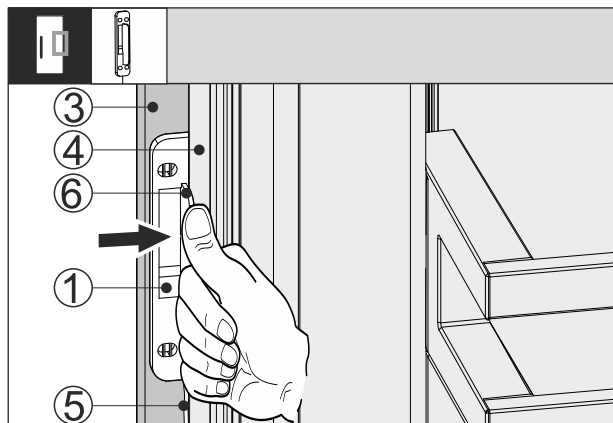

Fig. 66
- ▶ Tolja be a koppintásérzékelőt Fig. 66 (1) a bútor előlapja Fig. 66 (3) és a készülék ajtaja Fig. 66 (4) közé úgy, hogy a kábel Fig. 66 (5) kissé megfeszüljön. A koppintásérzékelő ütközője Fig. 66 (6) felfekszik a készülék ajtajára Fig. 66 (4).
- ▶ Nyomja rá a koppintásérzékelőt Fig. 66 (1) a szekrény előlapjára Fig. 66 (3).
- ▶ Felragasztotta a koppintásérzékelőt Fig. 66 (1). A koppintásérzékelő felragasztásával optimalizálható a koppintási jel átvitele.
Ha tartósan rögzítik a koppintásérzékelőt Fig. 66 (1), az növeli az élettartamát.
- ▶ Csavarozza fel a koppintásérzékelőt Fig. 66 (1) a mellékelt csavarokkal a bútor előlapjára Fig. 66 (3).